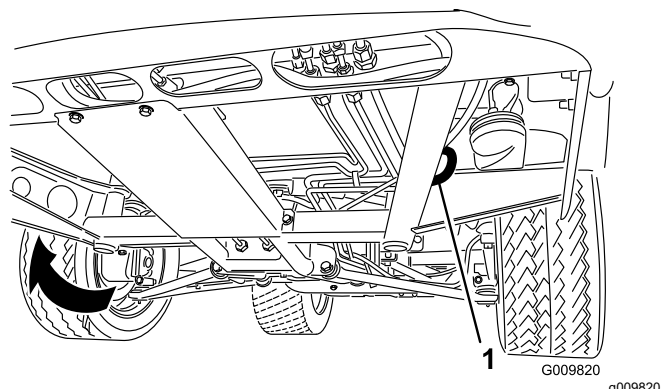
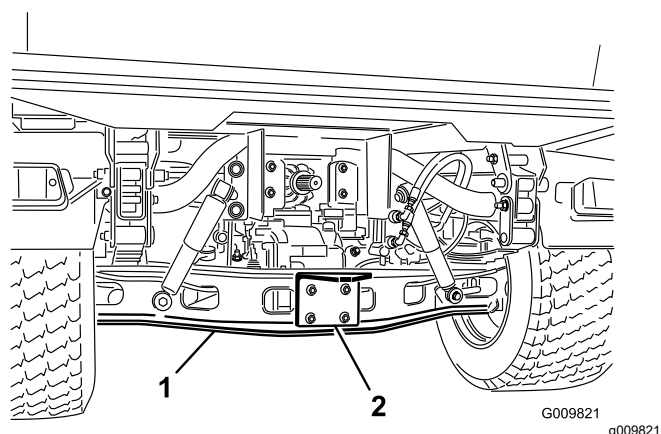

Figura 19
Figura 20
Consultați Figura 19 și Figura 20 pentru locurile de fixare a mâinii.
1. Ataai o bară de remorcare pe cârligul de remorcare în partea din față a cadrului mainii (Figura 19).